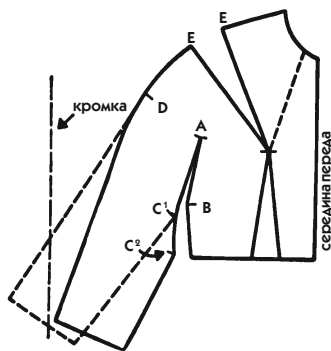

Рис. 709
1. Переведите всю поверхность рукава между засечками D и C (пунктирная линия на рис. 709).
2. На целом лекале проведите линию, соответствующую ширине ткани, за пределы которой зайти нельзя (линия «кромка» указана стрелкой на рис. 709).
3. Подложите маленькую копию под лекало, совмещая засечки D, и поворачивайте до тех пор, пока верхний угол низа рукава не впишется в пределы ширины ткани. Переведите чертеж сплошными линиями (рис. 709).
5. Продолжите линию надреза от первой засечки C, закругляя ее, как на рис. 709 (засечка C2).